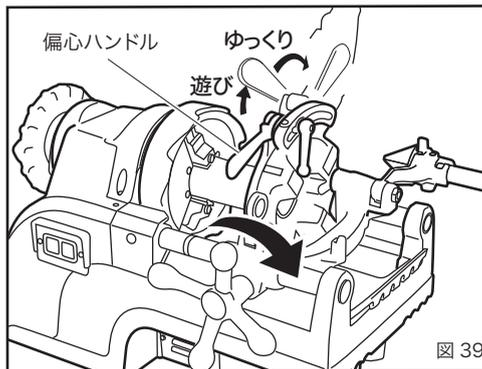

図 39
- ④ねじが規定の寸法まで切れましたら、偏心ハンドルを徐々に矢印の方向に持ち上げてチェーザを開きねじを切り上げます。(このとき急激にチェーザを開くとねじに段差がつき、ねじの仕上がりが悪くなります。)(図 39)
- ⑤送りハンドルでダイヘッドをパイプから離せばねじ切りは完了です。ダイヘッドを上位置に起こすと油は止まります。